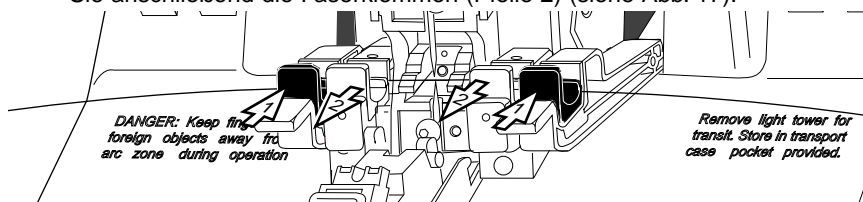

Abbildung 17
- a) Drücken Sie die Transferarmklemmen (Pfeile 1) auf die Faser. Öffnen Sie anschließend die Faserklemmen (Pfeile 2) (siehe Abb. 17).